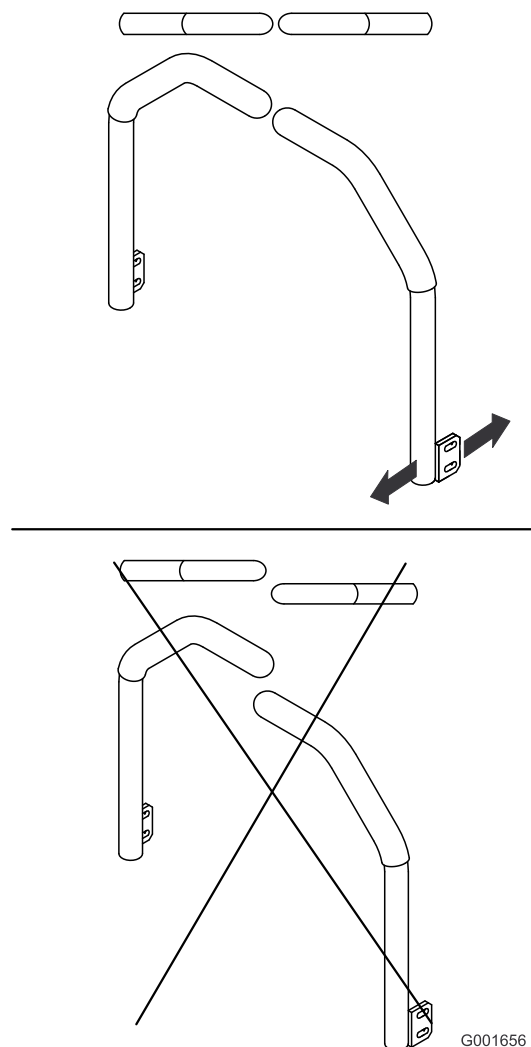

Bild 69
5. Stellen Sie die Fahrtriebshebel so ein, dass sie ausgerichtet sind (Bild 69) und ziehen Sie die Schrauben fest, um die Hebel an den Pfen zu befestigen.